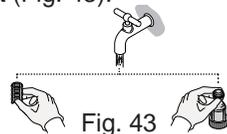

Fig. 43
3. Rincez les différentes pièces sous le robinet (Fig. 43).